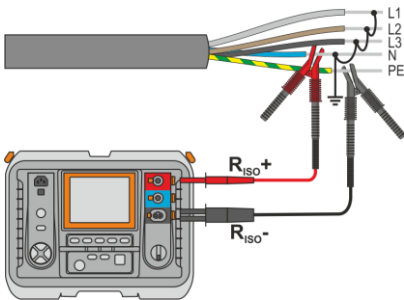

Fig. 4.1. Medición del cable no apantallado
- En caso de los cables energéticos hay que medir la resistencia de aislamiento entre cada conductor y los otros conectados a tierra (**Fig. 4.1**, **Fig. 4.2**). En los cables apantallados también se conecta la pantalla.